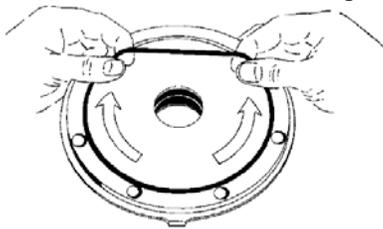

Figura 6
2. Instale un nuevo O-ring del cabezal (72) en la ranura del cabezal. Engrase ligeramente la circunferencia externa del O-ring para facilitar la instalación del cabezal. Comience a insertarlo de un lado de la ranura, estirando hacia delante con los dedos. Consulte la figura 6.